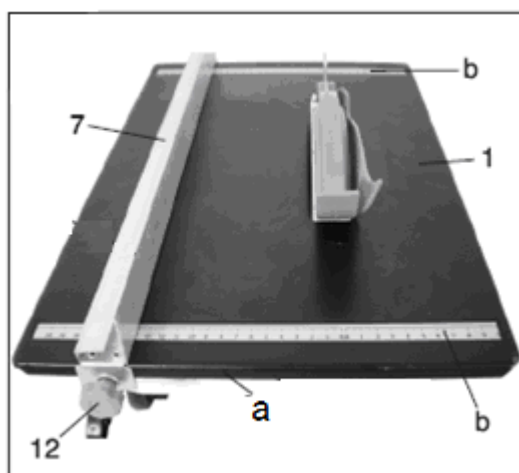
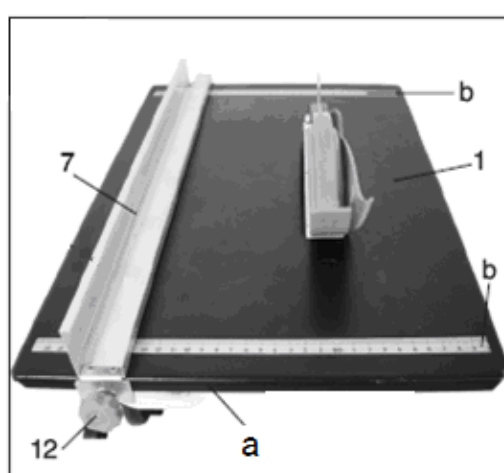

Fig. 4
Fig. 5
Reglarea opritorului paralel (Fig. 4/5)
1. Opritorul paralel (7) trebuie să fie utilizat când executați tăieri longitudinale în piese de prelucrat din lemn.
2. Opritorul paralel (7) furnizat cu ferăstrăul circular de banc are două fațete de ghidare diferite. Pentru material cu grosime mare trebuie să utilizați opritorul paralel (7) după cum este indicat în Fig. 4; pentru material cu grosime mică trebuie să utilizați opritorul paralel (7) după cum este indicat în Fig. 5.
3. Pentru schimbarea înălțimii opritorului, desfaceți cele două butoane cu cap stelat (12) și trageți opritorul paralel (7) în afara șinei de deplasare (a).
4. Întoarceți opritorul paralel (7) la 180° spre stânga sau spre dreapta, în funcție de înălțimea necesară a opritorului și introduceți-l înapoi pe șina de deplasare (a).
5. Pentru schimbarea lășimii de tăiere, deplasați opritorul paralel (7) spre partea dreaptă sau stângă a mesei ferăstrăului (1).
6. Opritorul paralel (7) poate fi reglat la dimensiunea necesară cu ajutorul riglei (b) încorporate în masa ferăstrăului (1).
7. Când reglarea opritorului paralel (7) este finalizată, strângeți la loc cele două butoane cu cap stelat.